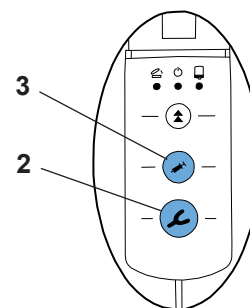

Fig. 8
- Dacă a fost apăsată o tastă pentru scoatere prin presare fără selectarea prealabilă a programului (lingură de amprentă (2, Fig. 8) sau dispenser (3, Fig. 8), aparatul activează automat programul ST . LED-ul de lângă tasta ST se aprinde.